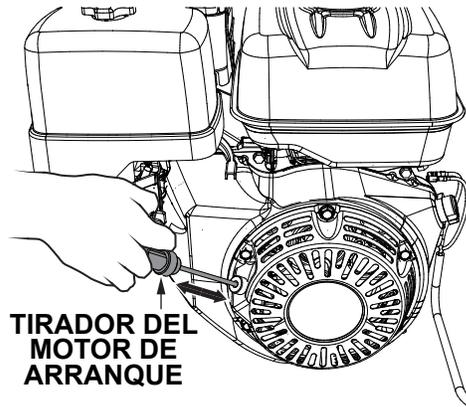

Figura 17. Tirador del motor de arranque
6. Agarre el tirador del motor de arranque (Figura 17) y tire de ella lentamente. La resistencia se hace más dura en cierta posición, correspondiente al punto de compresión. Rebobine la cuerda un poco desde ese punto y tire fuertemente hacia afuera.